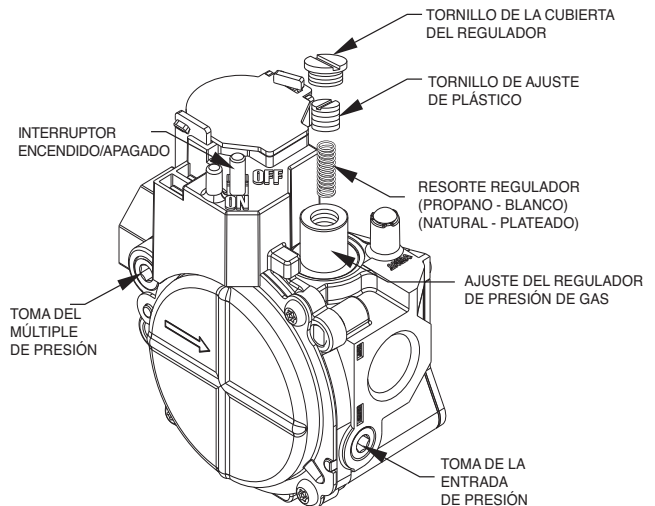
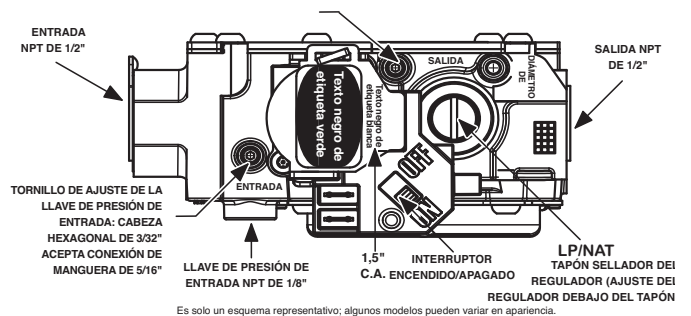

Fig. 16 – Válvula de gas estándar de una etapa
Fig. 17 – Válvula de gas de una etapa con puertos de presión de torre
- Para las válvulas de gas estándar, retire la tapa de la toma de presión del colector con una llave Allen. (Consulte la Fig. 16). Instale la llave de presión y la manguera con boquilla para conectar al manómetro. Active el suministro de gas de la unidad.
- Para una válvula de gas con puertos de presión de torre, afloje el tornillo de ajuste en la llave de presión de la torre del colector, sin dar la vuelta completa, con una llave hexagonal de 3/32 in. (Consulte la Fig. 17). Conecte el manómetro deslizando la manguera de conexión de 5/16 in sobre el puerto de presión de la torre del múltiple. Active el suministro de gas de la unidad.
- Quite el tornillo de la cubierta del regulador sobre el tornillo de ajuste plástico de la válvula de gas (consulte Fig. 16 y Fig. 17).
- Gire el tornillo de ajuste plástico hacia la derecha para aumentar la entrada de gas, o gire el tornillo de ajuste plástico hacia la izquierda para disminuir la entrada (consulte Fig. 16 y Fig. 17). La presión del múltiple debe estar entre 3,2 y 3,8 inAq
- Vuelva a colocar el tornillo de la cubierta del regulador en la válvula de gas (consulte Fig. 16 y Fig. 17).
- Para válvulas de gas estándar, retire la manguera del manómetro y la toma de presión dentada. Reemplace la tapa de la toma de presión con una llave Allen. (Consulte la Fig. 16).
- Para válvulas de gas con puerto de presión de torre, quite la manguera de conexión. Apriete el tornillo de ajuste en el puerto de presión del colector con una llave hexagonal de 3/32 in. (Consulte la Fig. 17).